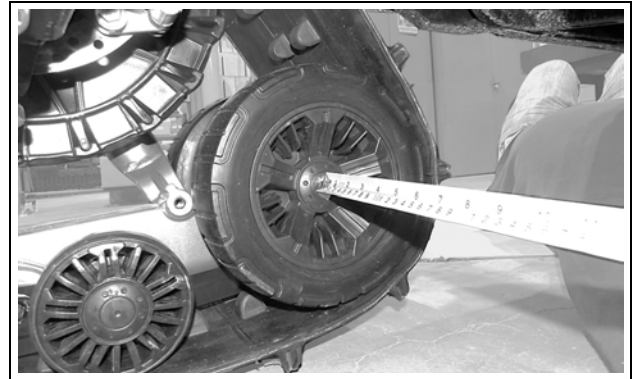

Figure 26
**Mesure B :** Mesurer la distance entre les pneus Ø241 mm arrière intérieurs des systèmes de traction avant. Voir les figures 26, 27 et 28.